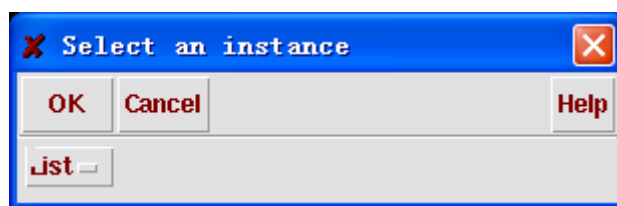
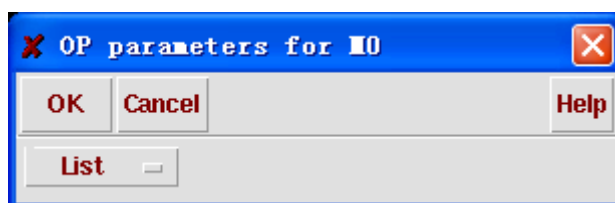
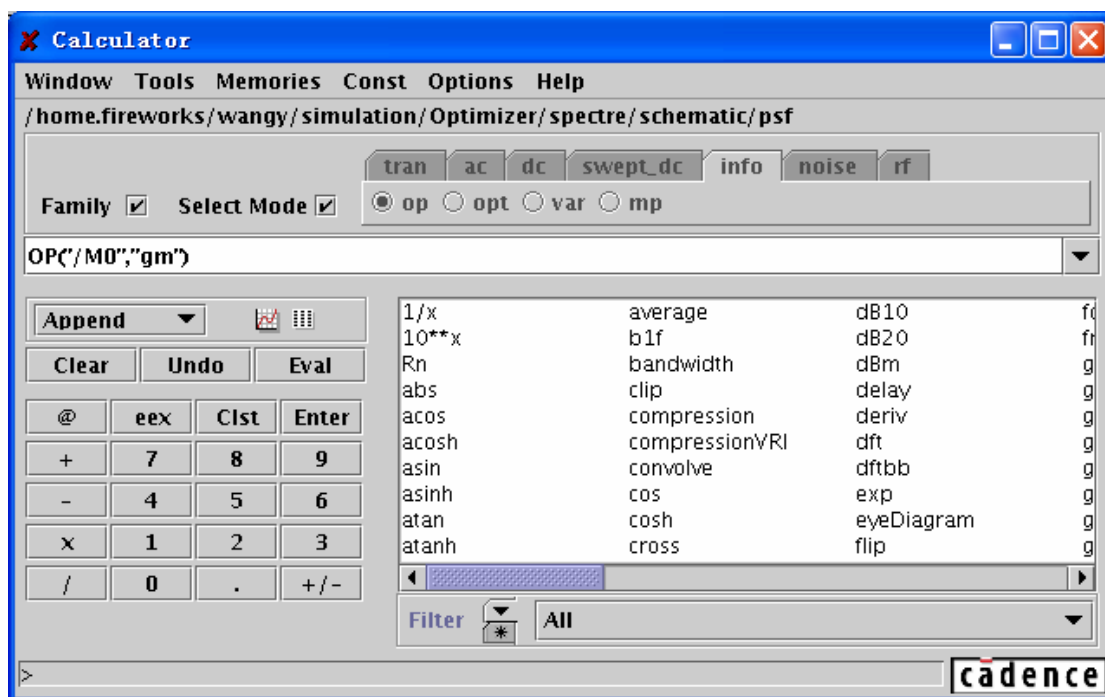

图 8.8 “Select an instance” 窗口
图 8.9 选择 M0 管后的窗口
图 8.11 M0 管的 “gm” 参数存放在 “Caculator” 中
- 1) 在点击“op”，“opt”，“mp”，“vn”或者“var”电路图表达式按键中任意一个后，“Select an instance”窗口弹出，如图 8.8 所示。
- 2) 在电路图中选择需要的器件，例如一个名为“M0”的 MOS 管，点击该器件后，图 8.8 中的窗口变为“OP parameter for M0”（因为在第一步中选择的是“op”按键），如图 8.9 所示。
- 4) 点击图 8.9 窗口中的“OK”后，该参数被“Calculator”获取，并在缓存中显示，如图 8.11 所示